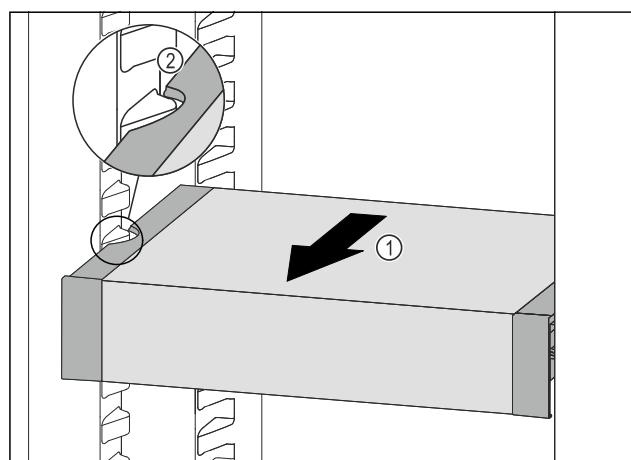

Fig. 113
- VarioSafe tiahajte dopredu Fig. 113 (1), kým sa bočné vybrania VarioSafe nebudú nachádzať vo výške rebra nádoby v chladničke. Fig. 113 (2)